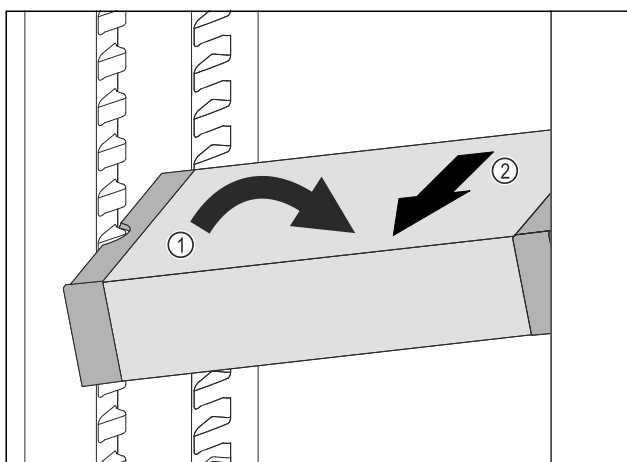

Fig. 110
- ▶ VarioSafe im Kühlteil schräg stellen. Fig. 110 (1)
- ▶ VarioSafe nach vorne entnehmen. Fig. 110 (2)